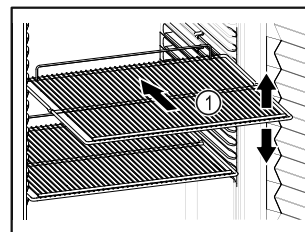

Fig. 53
- Ak sa dajú odkladacie rošty Fig. 53 [1] premiestniť, prispôbte výšku.